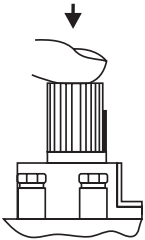

Рис. 7.
- 7.1. Установить ручку управления в требуемое положение производится путем легкого нажатия и поворот в нужное положение (рис. 7).